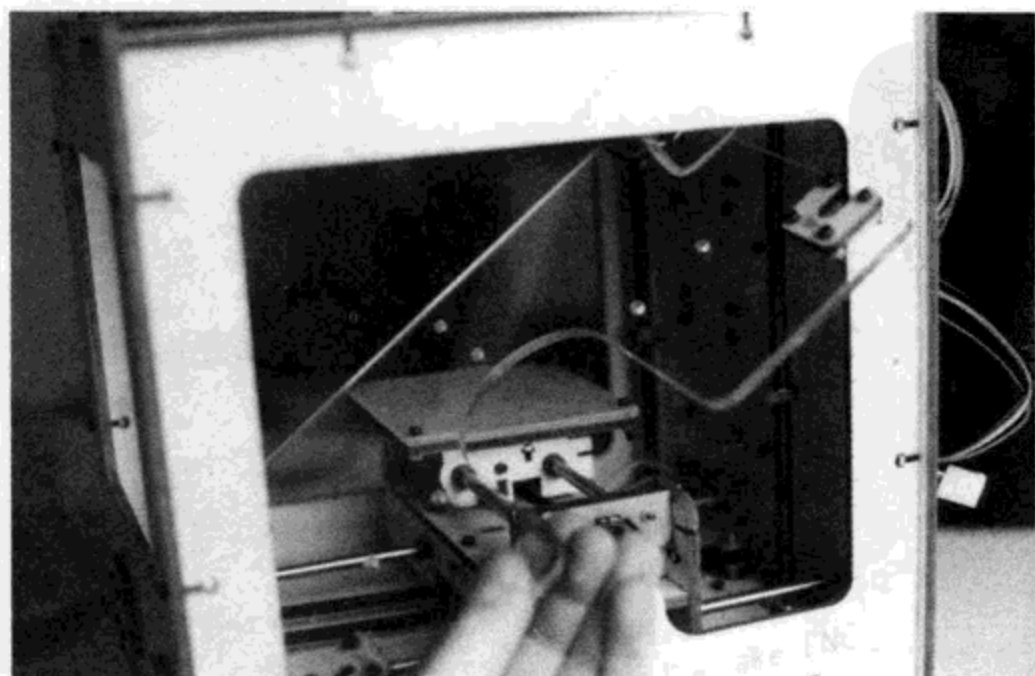

图7.1 MakerBot CupCake CNC上的线性轴套（所有权：MakerBot 实业公司）
(2) 推力轴承：用来支撑轴向的载荷。既需支撑你的重量，又需要旋转的吧台凳和吧台椅中用的就是这种轴承。
(3) 滑动轴承，用来减小滑动组件间的摩擦，组件不一定做旋转运动。在文件柜或化妆柜的抽屉两侧有这种轴承。
(4) 轴套：也叫衬套、轴衬、套管，是一种没有转动件的轴承，但它依旧可以减小径向、轴向及滑动载荷的摩擦。可把轴套当做一个没有滚子的“母”轴承。MakerBot CupCake CNC 中就用到了线性轴套（图7.1）。
载荷小摩擦小的情况下，用线性轴套会比较经济。线性轴套的外观很像径向轴套。最简单的线性轴承是用光滑材质制成的，如塑料或铜制成的中空小圆柱体。图 7.1 的 MakerBot CupCake CNC 用得就是这种。高端的线性轴套内表面会有聚四氟乙烯或其他光滑材料制成的内衬。在又脏、又湿、有振动、摩擦较大的情况下，线性轴套比线性轴承效果好。有些线性轴套还设有槽，这样污物和碎片就可以从槽中滑过。